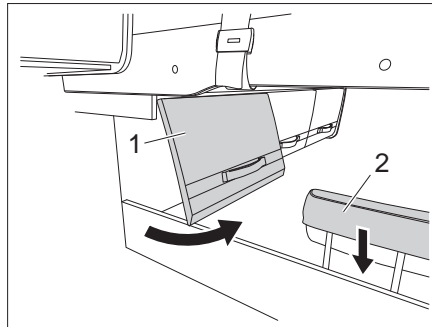

Bild 118 Staufach-Klappe und Kopfstütze
- Staufach-Klappe (Bild 118,1) öffnen.
- Kopfstütze (Bild 118,2) absenken.